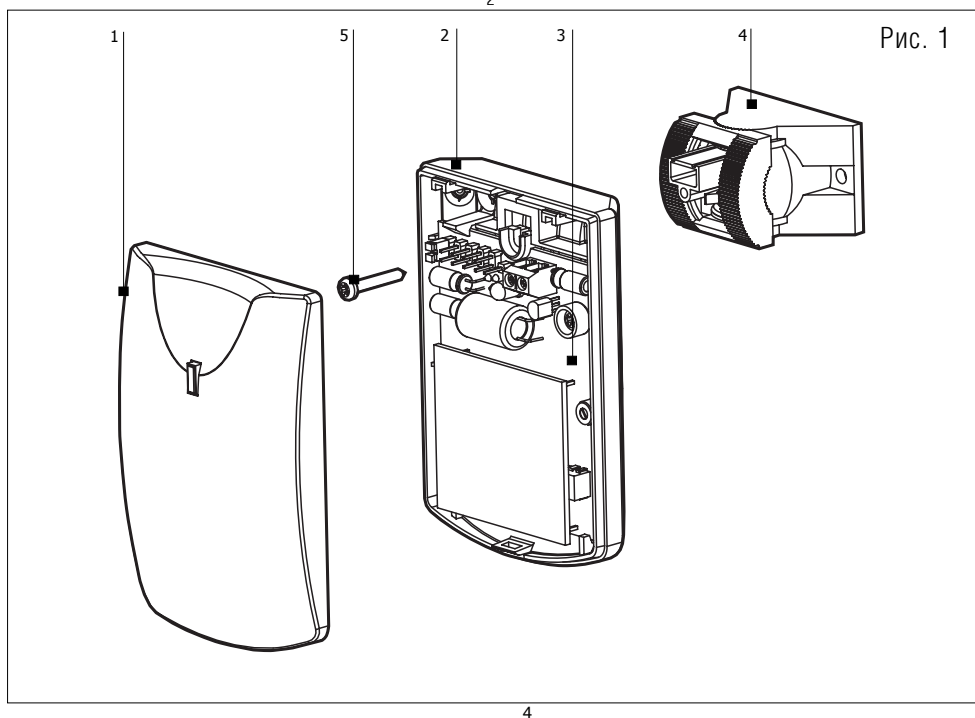
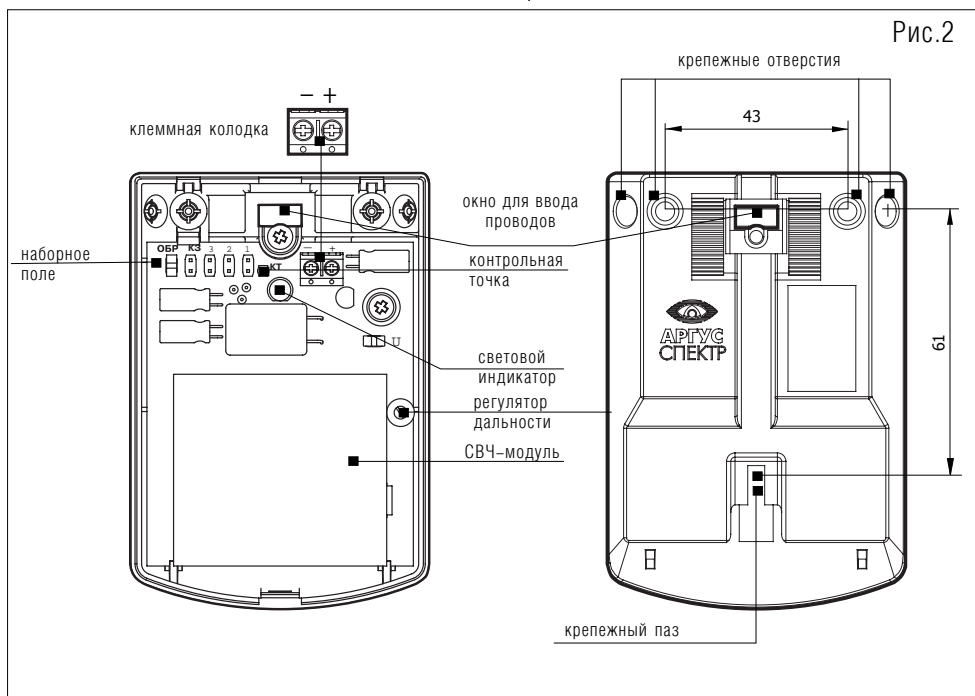
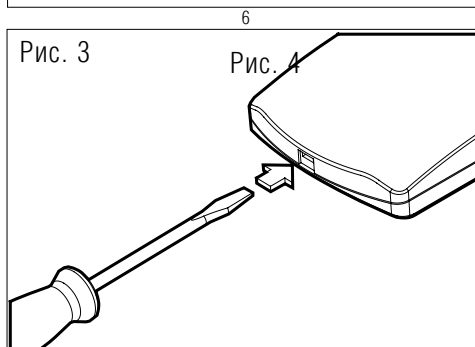

Рис. 1
Рис.2
Рис. 3
Извещатель (рис. 1) состоит из:
На основании корпуса размещены крепежные отверстия и окно для ввода проводов (рис.2). На плате расположены регулятор дальности «Д», контрольная точка «КТ», наборное поле с перемычками, светодиодный индикатор. На основании корпуса размещены крепежные отверстия и окно для ввода проводов (рис.2).
- Снять крышку 1 (рис.1) по схеме на рис. 3;
- В основании 2 (рис.1) вскрыть крепежные отверстия (рис. 2) в соответствии с позицией установки: в углу или на стене (в последнем случае для крепления применяется помимо крепежных отверстий и крепежный паз).
- Подготовить отверстия под крепеж на стене, ввести провода ШС в окно (рис. 2).
- Снять крышку 1 (рис. 1) по схеме на рис. 3.
- Провести провода ШС через кронштейн и установить его на стене, затем через окно в основании (рис. 2) провести эти провода в прибор (рис. 7).
- Шурупом 5 закрепить основание 2 (рис. 1) на кронштейне и зафиксировать направление в горизонтальных и вертикальных плоскостях (рис. 7).
4. Отрегулировать дальность действия извещателя таким образом, чтобы она обеспечивала надежное обнаружение человека в охраняемой зоне, но движение объектов вне охраняемого помещения не приводило к ложным тревогам. Для регулировки зоны обнаружения использовать регулятор дальности «Д» (рис. 2).